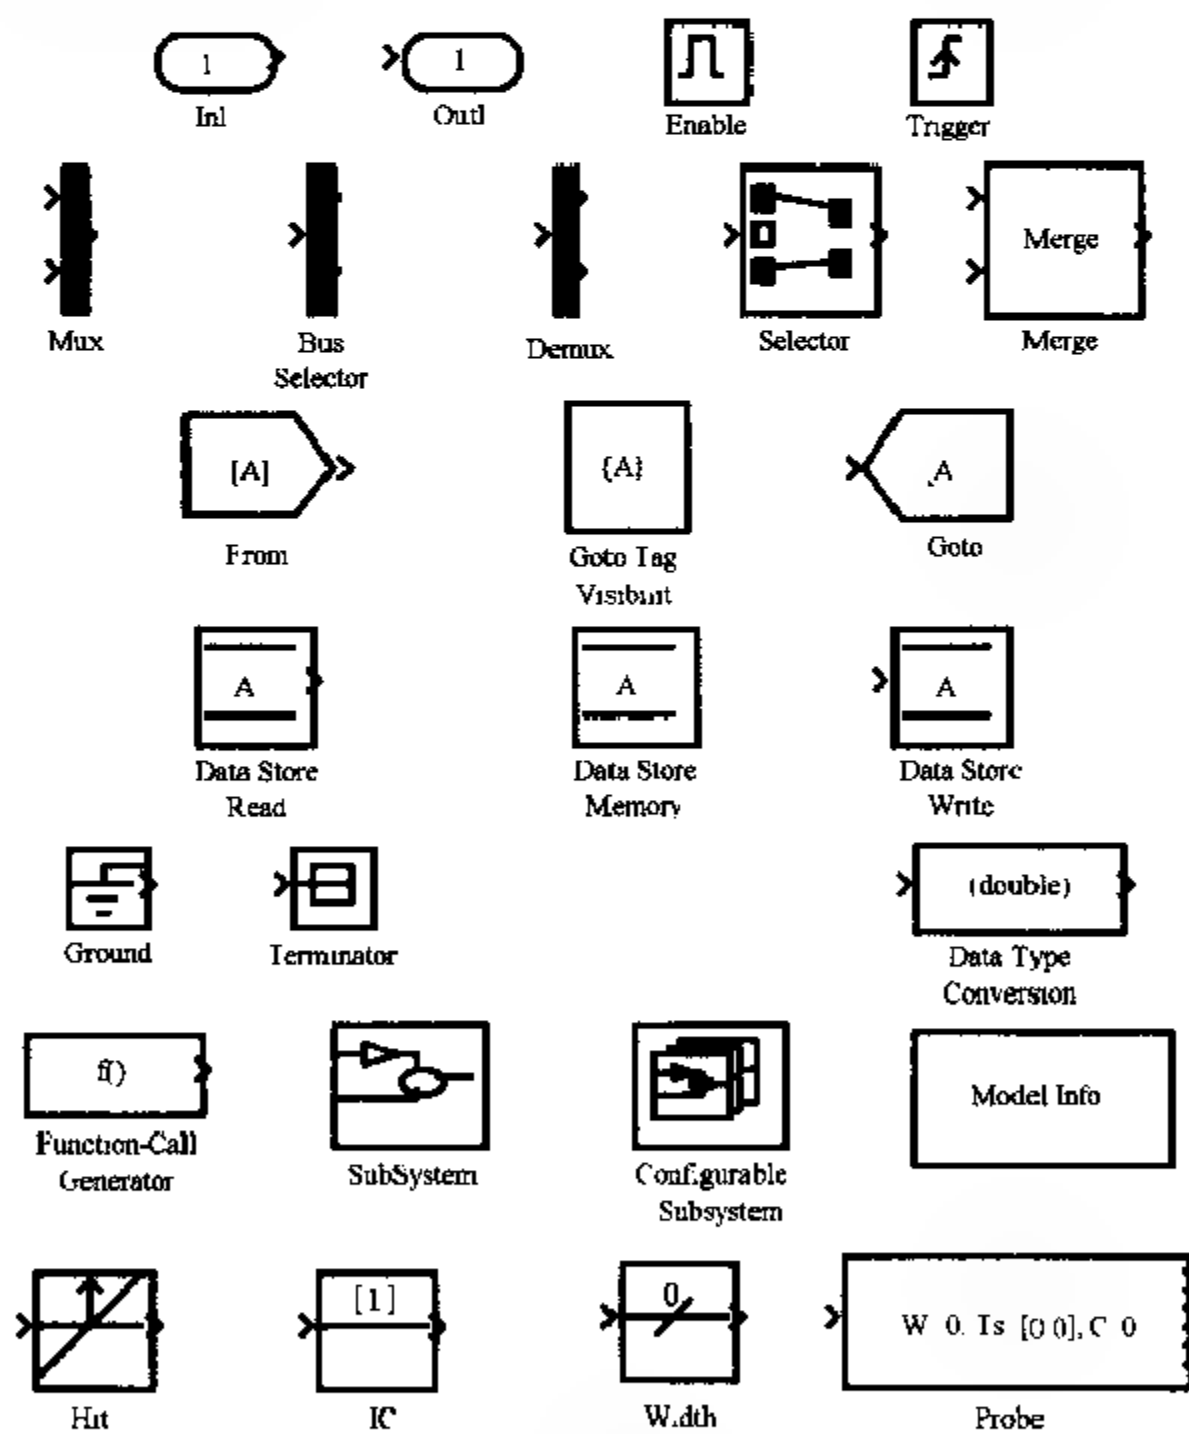

图 6.9 信号与系统库中的模块图
- 7) Signals & Systems(信号与系统库),打开该库,显示如图 6.9 所示的模块图.